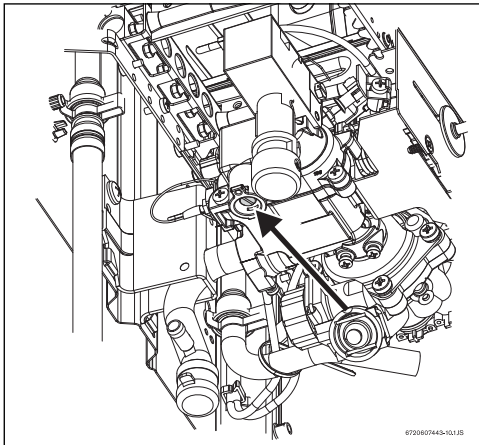

Fig. 13 Parafuso de ajuste de caudal de gás máximo
- ▶ Retirar a selagem do parafuso (Fig. 13).